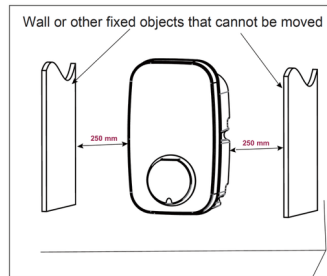

Fig. 5
- Recomanació: separació lateral mínima de 250 mm per cada costat. Fig. 5